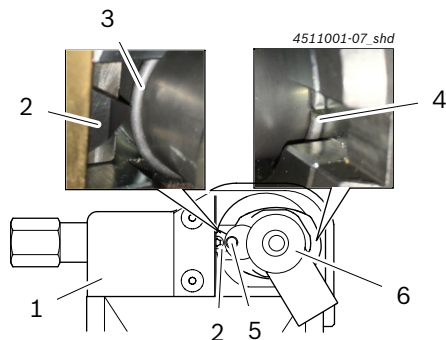

Fig. 8: Tinkama fiksuojamojo žiedo padėtis
4. Fiksuojamąjį žiedą apsukite taip, kad jo anga (Fig. 8, Nr. 4) būtų priešais vietą, kurioje sienelės storis didžiausias.
- ⇒ Fiksuojamąjį žiedą (Fig. 8, Nr. 3) įtvirtinkite tiksliai pjovimo plokštelės aukštyje (Fig. 8, Nr. 2).